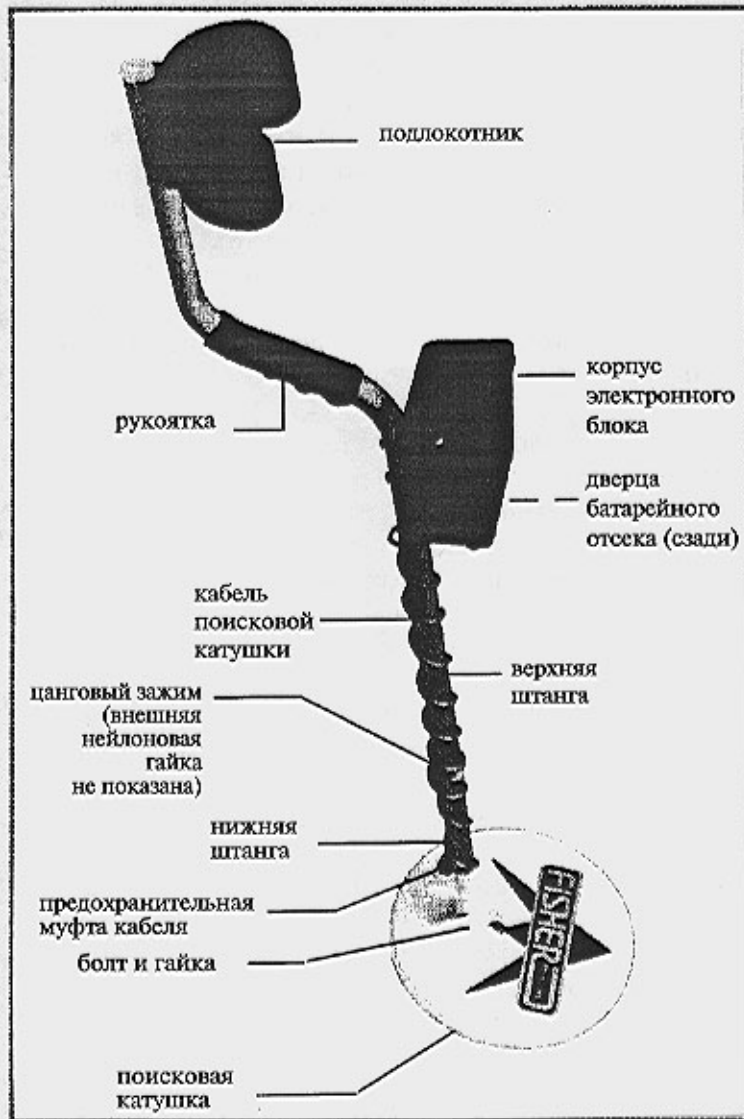

Рис.1. Металлоискатель 1212-X
Металлоискатель 1212-Х почти готов к работе. Единственно, что требуется сделать - это отрегулировать угол наклона катушки и длину штанги. Возможно, вы захотите изменить ширину подлокотника. Посмотрите на рис. 1 и познакомьтесь с деталями прибора.
4. Отрегулируйте длину штанги и угол наклона к ней катушки таким образом, чтобы катушка оставалась плоско на грунте на расстоянии около 15 см перед вами и несколько справа от вашей правой ноги (и слева от вашей левой ноги, если вы левша). Угол наклона регулируется с помощью гайки, показанной на рис. 1. Длина штанги регулируется посредством зажимной гайки. Ваша рука, которой вы держите рукоятку прибора, должна быть полностью вытянута без какого-либо напряжения. Имейте в виду, что, увеличивая длину штанги, вы увеличиваете нагрузку на руку. Металлоискатель 1212-Х имеет хороший баланс, обеспечивая легкость сканирования катушки по дуге полуокружности перед оператором (рис. 5).